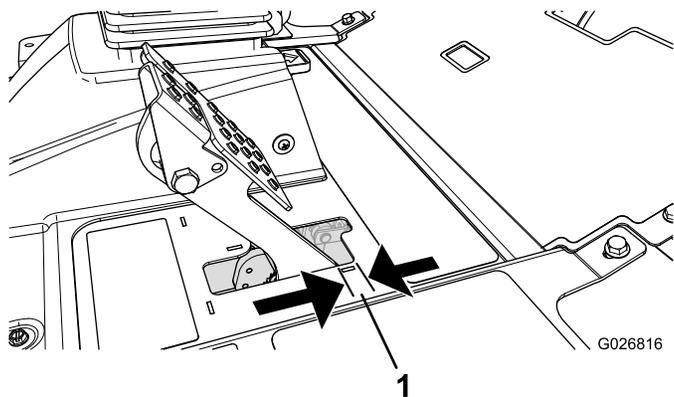

图68
当刹车踏板的自由行程（图68）超过 2.5cm 时，或需要施加更大保持力时，应调节刹车。自由行程是您感到刹车阻力之前，刹车踏板移动的距离。
2. 紧固后螺母，向后移动拉线，直到车轮被锁定时，刹车踏板的自由行程（图68）达到 6.3~12.7 mm。